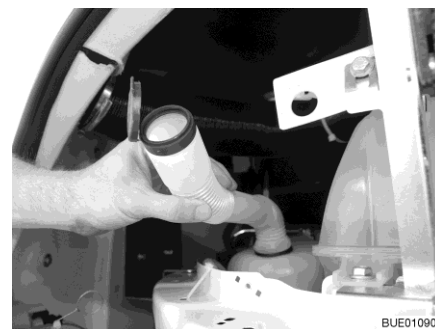

Bild 55 Påfyllningsöppning i påfyllningsläge
- Vrid den böjliga slangen så att påfyllningsöppningen pekar uppåt (Bild 55).